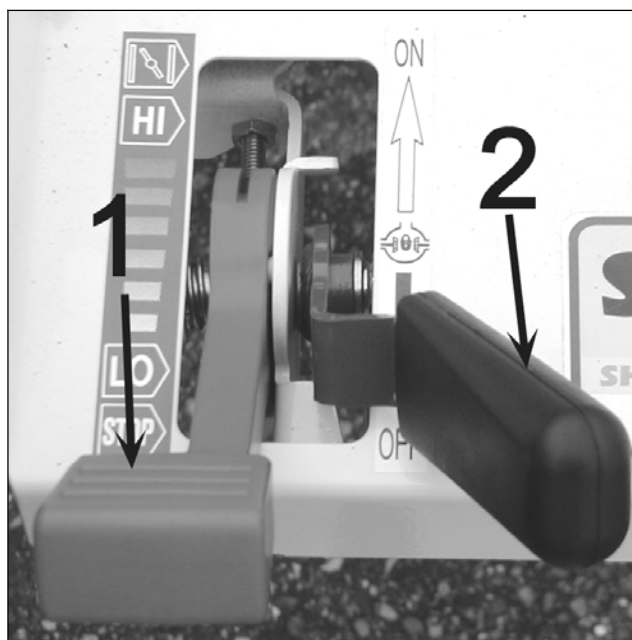

Figure 4
Actionnez ce levier (figure 4, repère 2) en le poussant en avant, lorsqu'une roue motrice commence à patiner dans un terrain meuble ou humide, compromettant ainsi le bon avancement de la machine. Il est préférable d'engager le blocage du différentiel lorsque les roues tournent lentement afin de minimiser les chocs sur la transmission. Si une roue tourne vite, baissez le régime de rotation du moteur avant d'engager le blocage du différentiel. Tirez ce levier vers vous pour enlever le blocage du différentiel.
- Poussez le levier d'accélérateur sur la position starter, vers l'avant (Figure 4, repère 1).
- Placez le levier d'accélération au ralenti (Figure 4, repère 1) en le retirant un peu vers l'opérateur.
- Tirez le levier sur la position stop (Figure 4, repère 1).